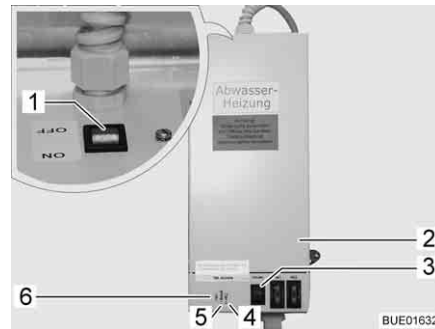

Bild 142 Trafo mit Regelgerät
Der Trafo 230 V AC/12 V DC (Bild 142,2) ist je nach Modell im Kleiderschrank oder in der Truhe der Sitzgruppe eingebaut.
- Kontroll-Leuchte (Bild 142,5) leuchtet grün: Regelung in Betrieb
- Kontroll-Leuchten (Bild 142,4 und 6) leuchten rot: Abwasserleitungen werden erwärmt
In das Gehäuse ist ein Prüftaster (Bild 142,3) integriert, mit dem das Regelgerät kurzzeitig in Betrieb genommen werden kann. Durch Drücken des Prüftasters lässt sich die Funktion der Erwärmung testen, auch wenn die Umgebungstemperatur über 5 °C liegt.
- Schalter (Bild 142,1) am Trafo (Bild 142,2) auf "ON" stellen.
- Schalter (Bild 142,1) am Trafo (Bild 142,2) auf "OFF" stellen.